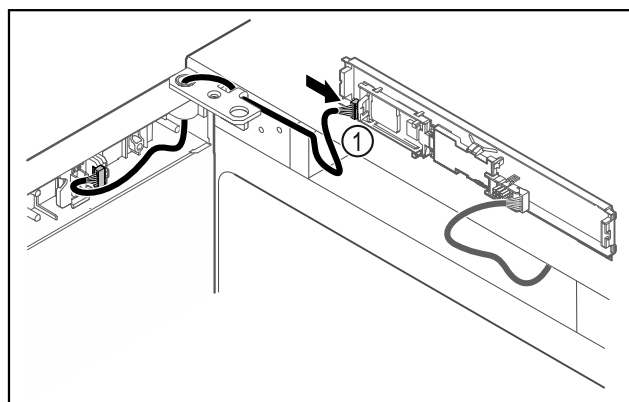

Fig. 41
- ▶ Dugja be a dugót Fig. 41 (1) a NYÁK-on.